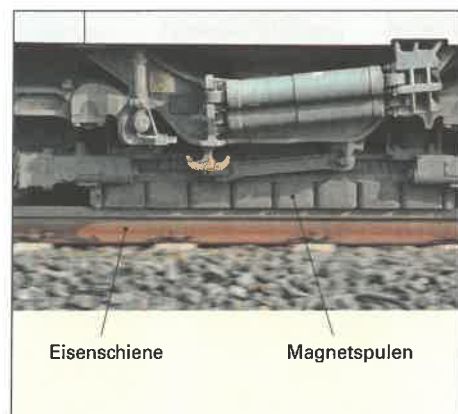

Bild 4: Wirbelstrombremse eines ICE-3-DB-Zuges (aktiviert)
5. Erklären Sie das Prinzip der Wirbelstrombremsen eines ICE-3-DB-Zuges, die beim Bremsen des Zuges auf ca. 7 mm über die Schienen abgesenkt und von Strom durchflossen werden (**Bild 4**).